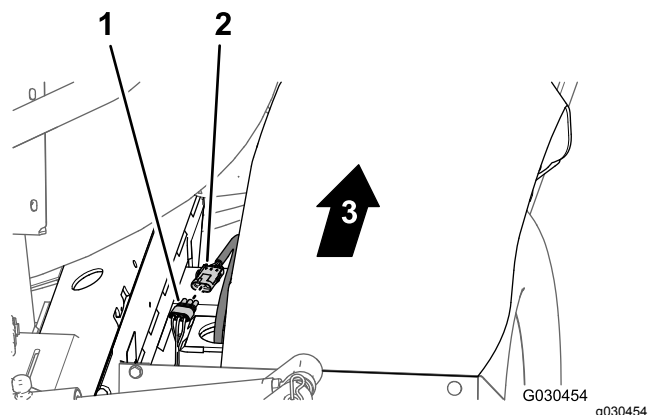

Figura 96
2. Nella parte posteriore della macchina (tra il tubo destro del telaio e il parafango destro), collegate il connettore a 3 pin senza etichetta della diramazione di 30,5 cm del cablaggio preassemblato posteriore al connettore a 3 prese del cablaggio del sensore di velocità del motore di trazione destro (Figura 96).